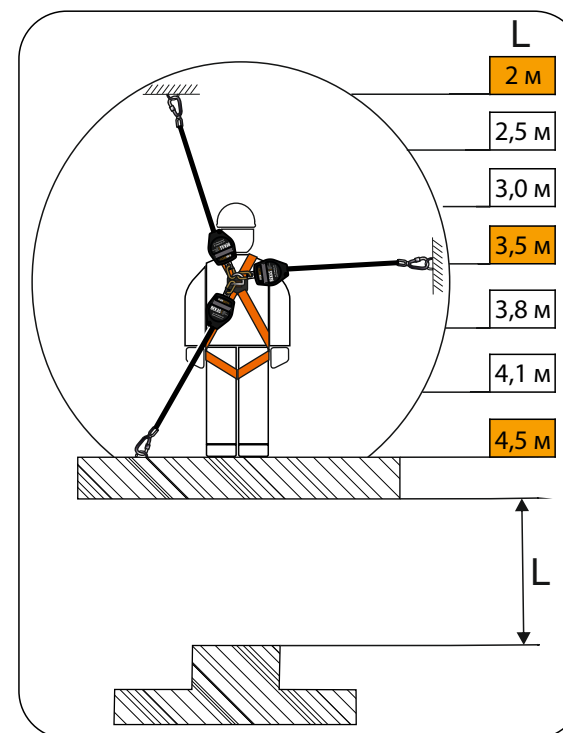

рис. 4
1. Необходимо убедиться в наличии свободного пространства над нижележащей поверхностью (рис. 4). Расчет необходимой высоты свободного пространства между точкой опоры пользователя и нижележащей поверхностью зависит от положения точки анкерного присоединения. В случае если пользователь находится не вертикально под анкерным устройством, высота свободного пространства увеличивается. Данные на рисунке 4 приведены для ситуации вытяжения страховочного стропа на длину в 1 метр.